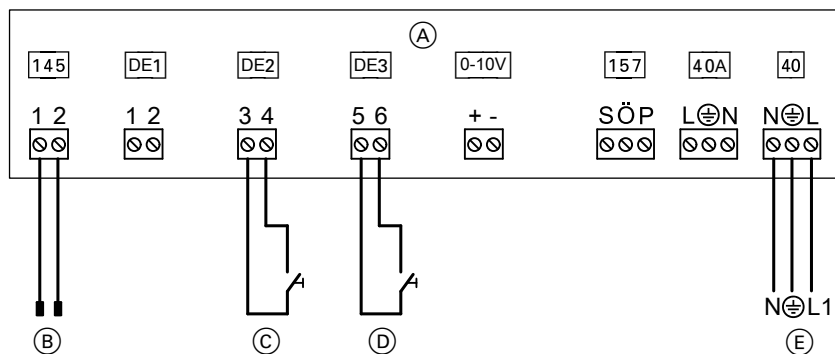

Abb. 42
- Die beiden potenzialfreien Kontakte werden an der Erweiterung EA1 angeschlossen, gemäß Abb. 42.